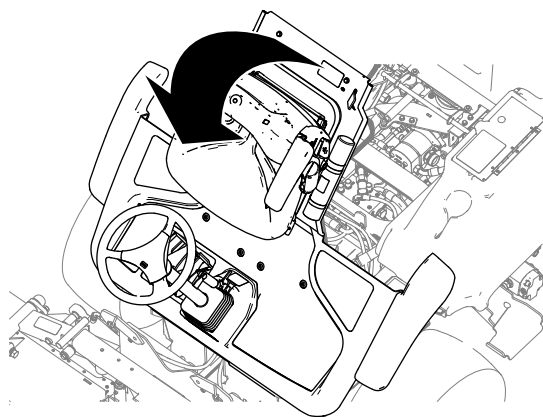

Figura 41
2. Elevar a plataforma (Figura 41).